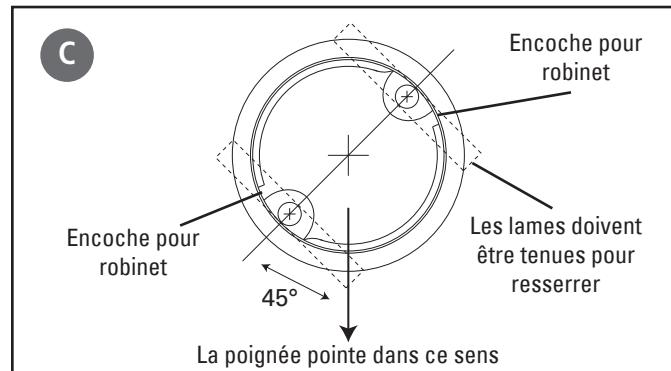

Figure 5
- C) Regardez vers le bas à travers la base pour cette étape. Avant de resserrer les boulons, déterminez la rotation correcte de la base. La poignée doit faire un angle de 45° avec les têtes de boulon. Voir la figure 5 pour déterminer la meilleure position pour l'installation. À travers le trou de la base, tenez la bascule en position pendant que vous serrez le boulon. La bascule à ressort touchera le bas du comptoir et se tiendra en position. Ne serrez pas complètement. Répétez pour le deuxième boulon à ailettes. Vérifiez la position finale de la base et des boulons à ailettes. Serrez également les deux boulons à ailettes. NE SERREZ PAS TROP. Serrez uniquement de manière à empêcher la base de tourner quand le robinet tourne en place.